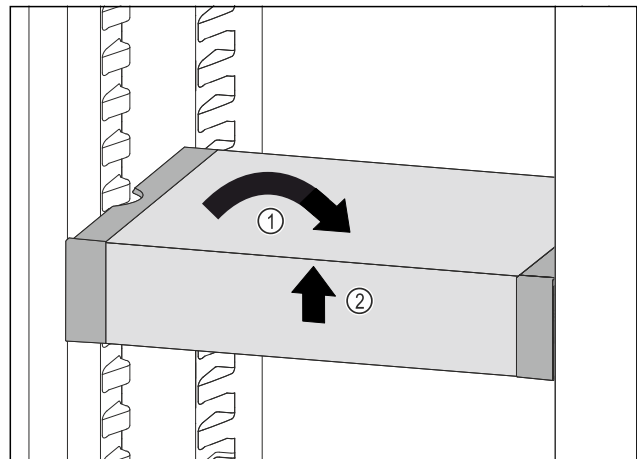

Fig. 93
- ▶ Remettre le VarioSafe droit. Fig. 93 (1)
- ▶ Soulever la partie avant du VarioSafe. Fig. 93 (2)